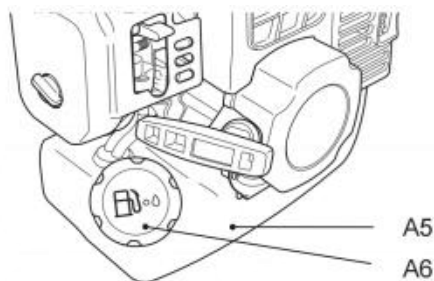

Fig. 25
7. Skruva av och ta bort bränsletanklocket (A6) (Fig. 25).